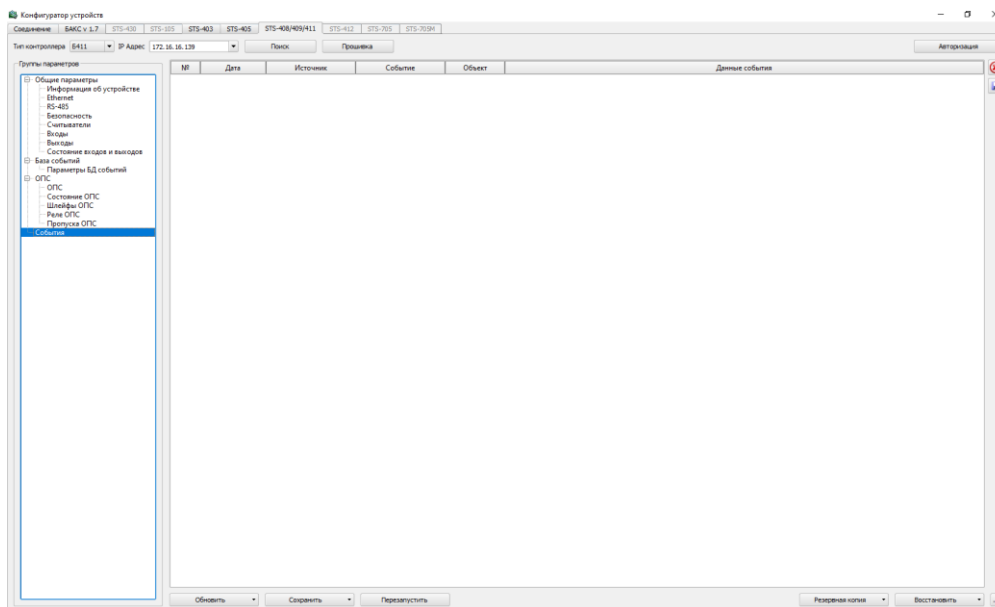

Рисунок 26 – События
– События – раздел, где отображаются события, которые произошли после того как Вы осуществили поиск контроллера и обновили данные (рисунок 26).